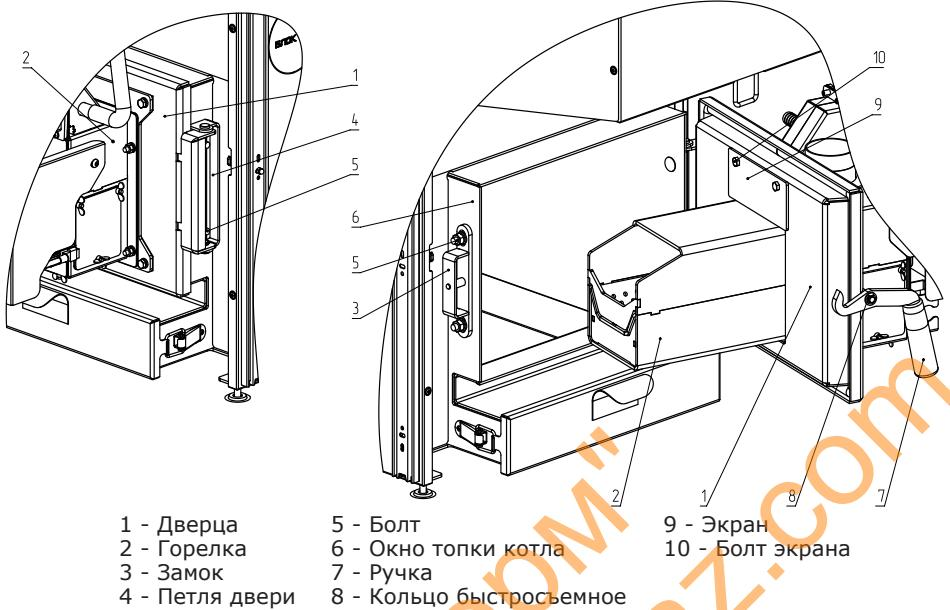

Рис.5 Изменение направления открытия двери котла
5.2.3. Дверца (поз.4) имеет возможность изменения направления открытия для этого необходимо как показано на рисунке 5 открутить петлю двери (поз.4 Рис.5), экран горелки (поз.9 Рис.5) и извлечь горелку, замок двери (поз.3 Рис.5), снять ручку двери (поз.7 Рис.5) и развернуть дверь на 180° после чего установить на место петли двери (поз.4 Рис.5) замок двери (поз.3 Рис.5), установить экран (поз.9 Рис.5) с горелкой который после изменения положения двери будет снизу горелки и установить ручку двери (поз.7 Рис.5) в соответствии с новым положением замка двери.